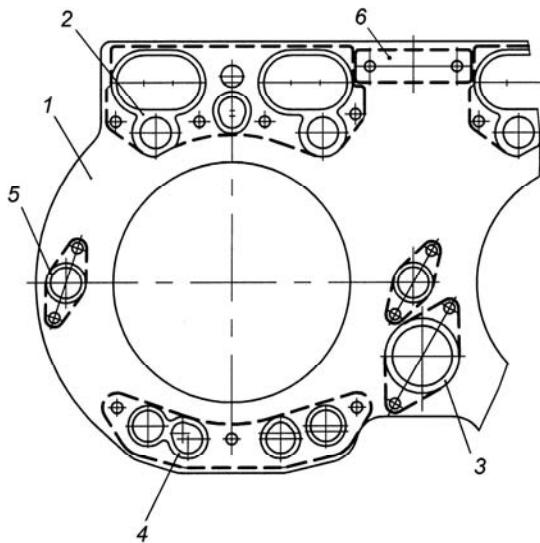

Рис. 7. Схема установки уплотнителей в металлическую прокладку:
1. Головки цилиндров двигателей ЯМЗ-238БЕ2, ЯМЗ-238ДЕ2 блочные на четыре цилиндра каждая. Привалочная к блоку цилиндров поверхность головки шлифована и имеет в зоне уплотнения гильз цилиндров кольцевые проточки. Уплотнение стыка головки цилиндров, блока и гильзы осуществляется прокладкой, состоящей из единой металлической прокладки на четыре цилиндра, уплотняющей газовый стык, и вставных, удерживаемых шпеньками, резиновых уплотнительных элементов, уплотняющих масляные, водяные и штанговые проходы. Уплотнительные элементы пяти видов в количестве 19 шт. на прокладку (рис. 7).